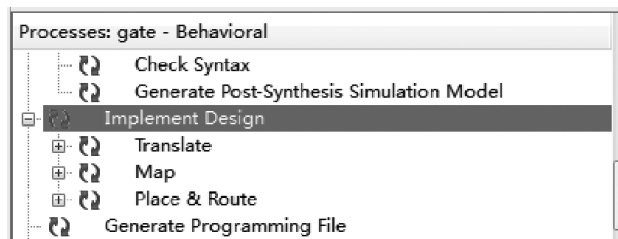

图 3.56 调用实现工具
- (1) 选择将要实现的文件。对于 Verilog HDL 的设计者,选择 gate. v 文件。对于 VHDL 的设计者,选择 gate. vhd 文件。
- (2) 如图 3.56 所示,在处理子窗口下,选择并双击 Implement Design 选项。